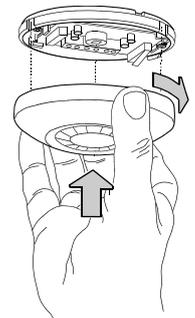

图 2 - 移开前盖
C. 如图2所示，托住底板，逆时针方向扭开前盖，将前盖与底板相分离。